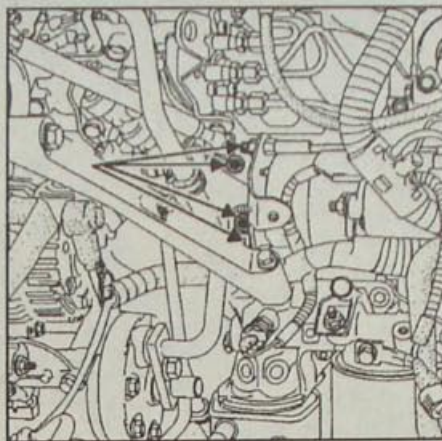

Рис. 15.17. Расположение болтов крепления задней части стартера
- Выверните болты крепления задней части стартера (рис. 15.17).